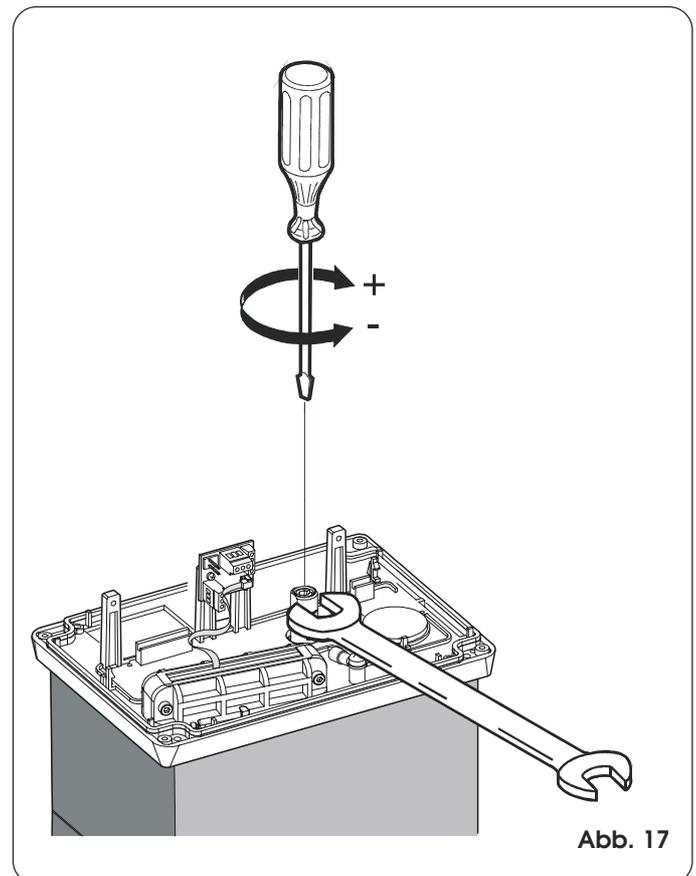

Abb. 17
- 2) Die Motorwelle mit Hilfe eines Maulschlüssels fixieren und die Einstellung an der Einstellschraube der Kupplung mit einem Inbusschlüssel oder einem Schraubendreher vornehmen, Abb. 17.